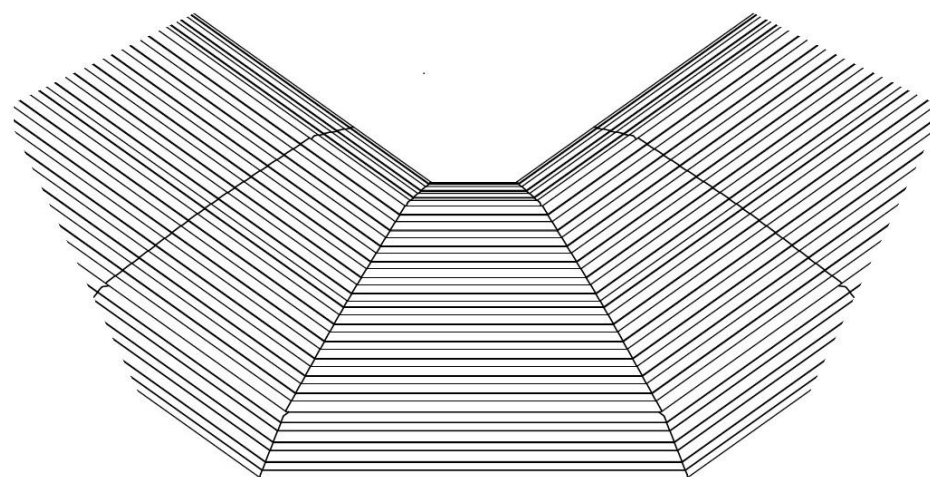

Figure 3/ *Figure 3* / *Figura 3*
6. Snap cover sections into place to complete assembly using rubber mallet or other wide soft tool. Use caution to avoid damage to cover surface. (Figure 3)
6. *Emboîter les couvercles de section au moyen d'un maillet de caoutchouc ou d'un autre outil large souple pour terminer le montage. Prendre garde de ne pas endommager la surface des couvercles. (Fig 3)*